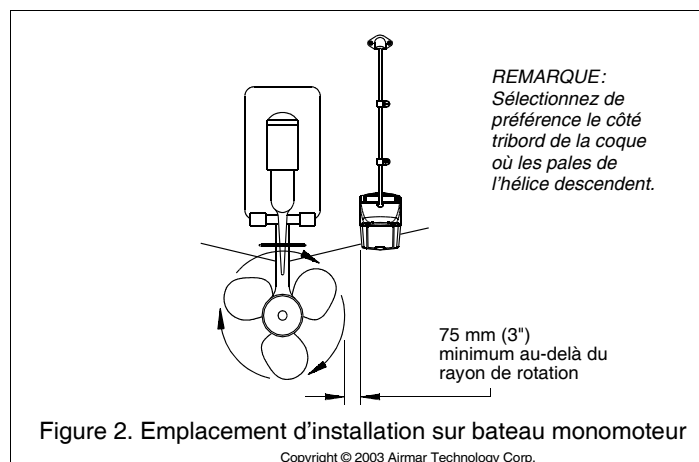

Figure 2. Emplacement d'installation sur bateau monomoteur
- **Bateau monomoteur** — Installez la sonde à 75 mm (3") au moins, du rayon de rotation de l'hélice (Figure 2).